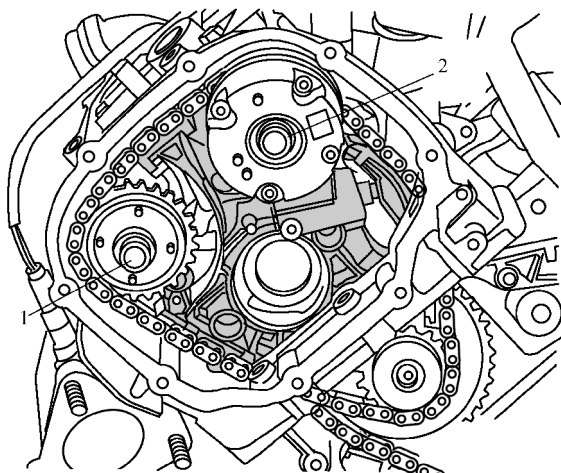

图 1-3-19 旋出左凸轮轴调节器和凸轮轴链轮的螺栓
8) 用颜色笔在左凸轮轴正时链的转动方向上做好标记。如图 1-3-19 所示，用插接套件 T10035 旋出左凸轮轴调节器和凸轮轴链轮的螺栓 1 和 2，取下凸轮轴调节器和凸轮轴链轮。
8) 如图 1-3-19 所示, 将气缸盖左侧上的凸轮轴螺栓 1 和 2 最终拧紧, 拧紧力矩为 $80\text{N} \cdot \text{m} + 90^\circ$ ($1/4$ 圈)。